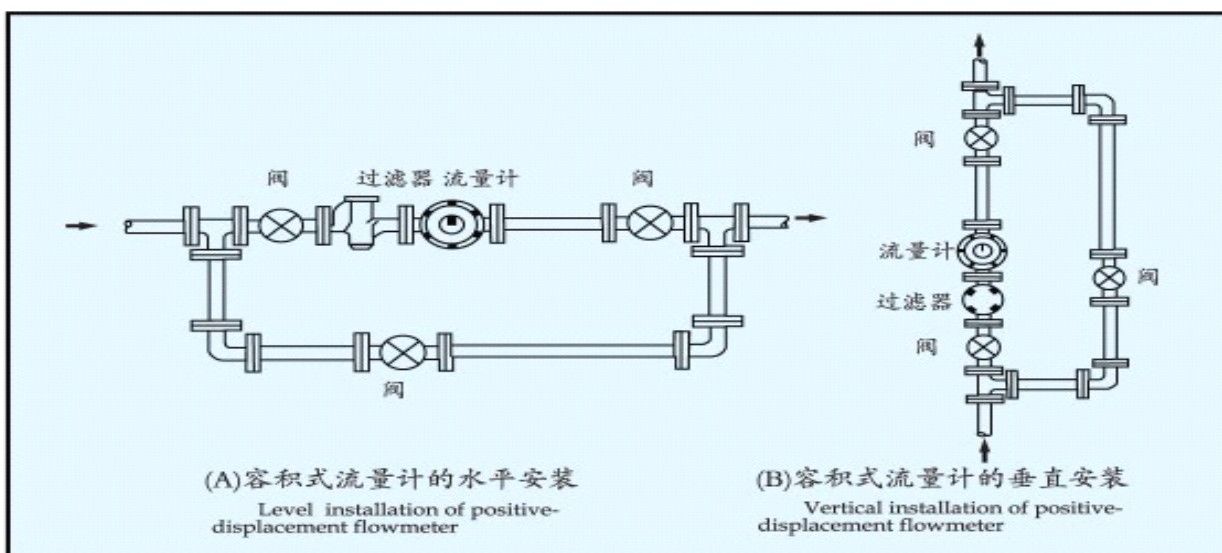

图 5 安装位置 Picture 5 Installation position
3. 仪表中的椭圆齿轮轴尽可能安装成水平位置，即刻度盘应安装成垂直位置(分度“0”应上面)，以减少椭圆齿轮与壳体间的摩擦，降低零件的磨损。由于安装位置不同，为了便于读数，可将计数器(表头)旋转 90° 或 180° (见图 5)。